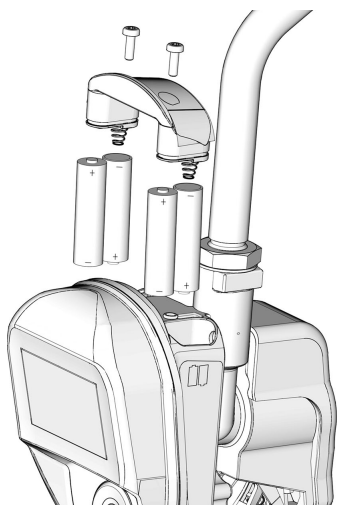

图 76
- 在电池盒中安装电池时，确保要按照计量分配阀任一侧的安装标签上所示的正确极性安装（图 76）。
4. 安装 4 节新电池。有关电池的方向，请参见机体每一侧的标签和图 76。